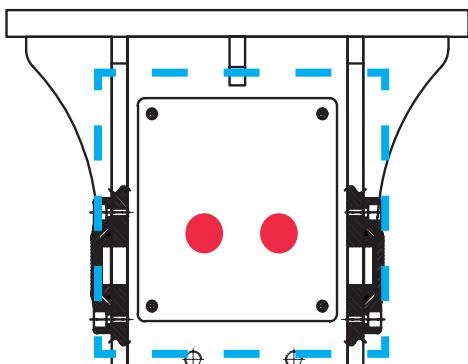

Fig.4
- Demontieren Sie die OBERE ABDECKPLATTE und bohren Sie zwei Löcher mit einem Durchmesser von 30 mm hinein. (Fig.4) Die genaue Position der Löcher ist im Lochbild auf Seite 2 dargestellt.**
Dismantle the UPPER COVER PLATE and Drill two holes with a diameter of 30mm into it. (Fig.4) The exact position for the holes is shown in the HOLE PATTERN DIAGRAM on page 2.